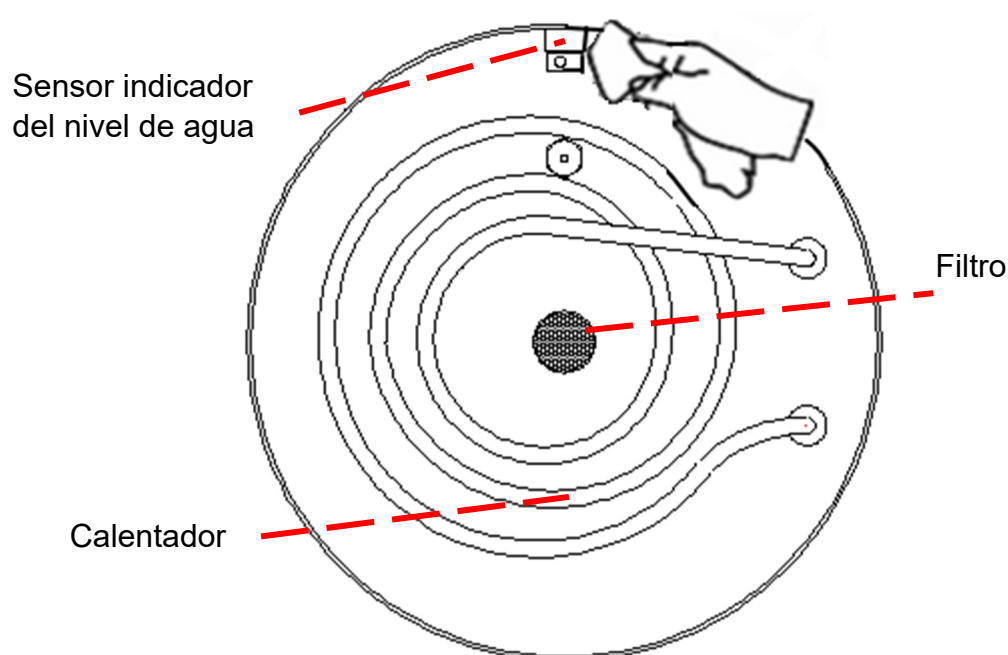

Figura 34
- Use un limpiador no corrosivo y una escobilla de cerdas duras o una esponja para limpiar el sensor de nivel de agua que se encuentra en el fondo de la cámara según se indica en la Figura 34.
- Limpie y quite la suciedad del filtro que se encuentra en el fondo de la cámara según se indica en la Figura 34.